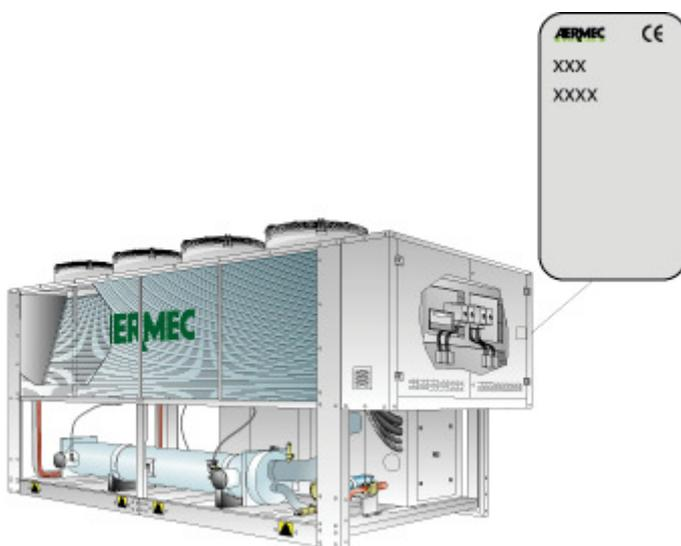

Рис.1
- Техническая бирка – расположение см. рис.1